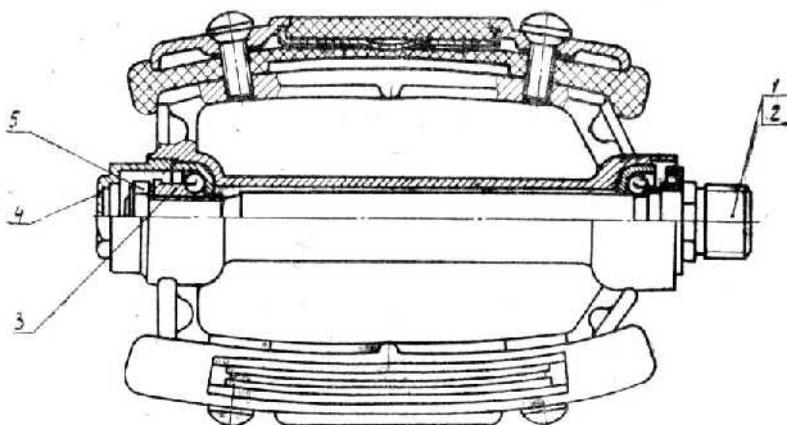

Рис. 6. Педаль.
**Педали (рис. 6).** Ось правой педали 1 имеет правую резьбу, ось левой педали 2 — левую резьбу.